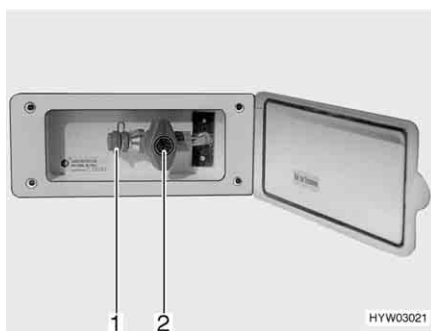

Fig. 57 Presa gas esterna, rubinetto di arresto del gas chiuso
La presa gas esterna (Fig. 57) si trova, a seconda del modello, nella parte posteriore o sul lato destro o sinistro del veicolo.
- Collegare l'apparecchio a gas esterno all'attacco (Fig. 57,1).
- Aprire il rubinetto di arresto del gas (Fig. 57,2).